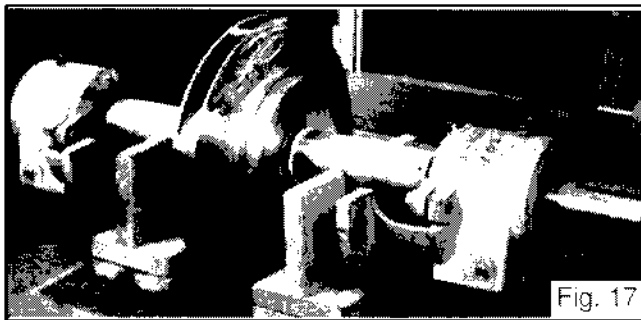

Fig. 17
3. Quite las líneas del sello (102), si está provisto.
4. Quite los pernos de la glándula (353B), las arandelas (354), y la glándula (107) de cada caja de sello.
5. Quite los tornillos de casquillo de la carcasa (426 y 426A) y los pasadores (469G). Utilice la ranura en empalme principal y separe las mitades con barra de palanca. Levante la mitad superior (100) por las orejas de molde.
6. Quite la empaquetadura (106) y la jaula de sello (105) de cada cubierta de caja.
7. Quite los tornillos de casquillo (372U) que aguantan las cubiertas de cojinete (134) a la carcasa y levante el elemento rotativo (véase fig. 17) de la carcasa de la mitad inferior (100). El elemento rotativo se puede ahora mover a una localización de trabajo conveniente.
6. Quite los tornillos de casquillo (372U) que aguantan las cubiertas de cojinete (134) a la carcasa y levante el elemento rotativo (véase fig. 17) de la carcasa de la mitad inferior (100). El elemento rotativo se puede ahora mover a una localización de trabajo conveniente.
7. Quite (la mitad de acople y llave 400) del eje (122).